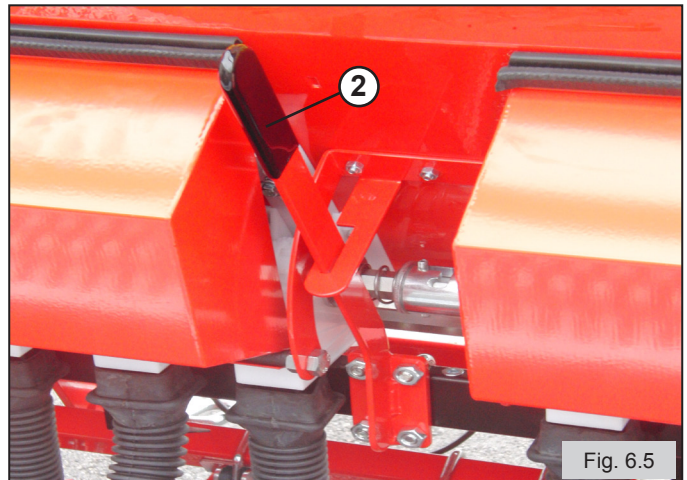

Fig. 6.5
- Za pomocą dźwigni 2, opuścić wspornik z rurkami prowadzącymi ziarno (Fig.6.5 - Fig-6.6).